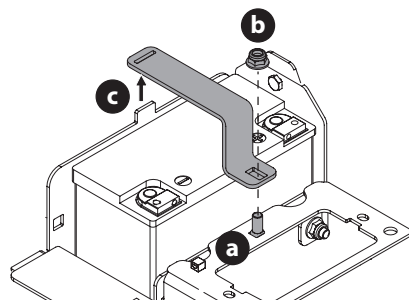

Fig. 39
- Localisez et maintenez le boulon de carrosserie (a) à l'avant du support de batterie (c) pour éviter qu'il ne tombe (Fig. 39).
- Retirez le contre-écrou hexagonal (b) qui maintient le support de batterie (c) en place. Conservez le boulon de carrosserie et le contre-écrou hexagonal pour une réinstallation ultérieure (Fig. 39).
- Soulevez le support de la batterie (c) de la languette située sur le côté gauche du compartiment de la batterie et gardez-le pour une réinstallation ultérieure (Fig. 39).